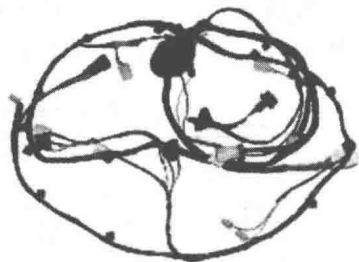

图 1-5 汽车导线
④ 导线 将用电设备和元器件通过一定方式连接起来，提供电流的通路，如图 1-5 所示。